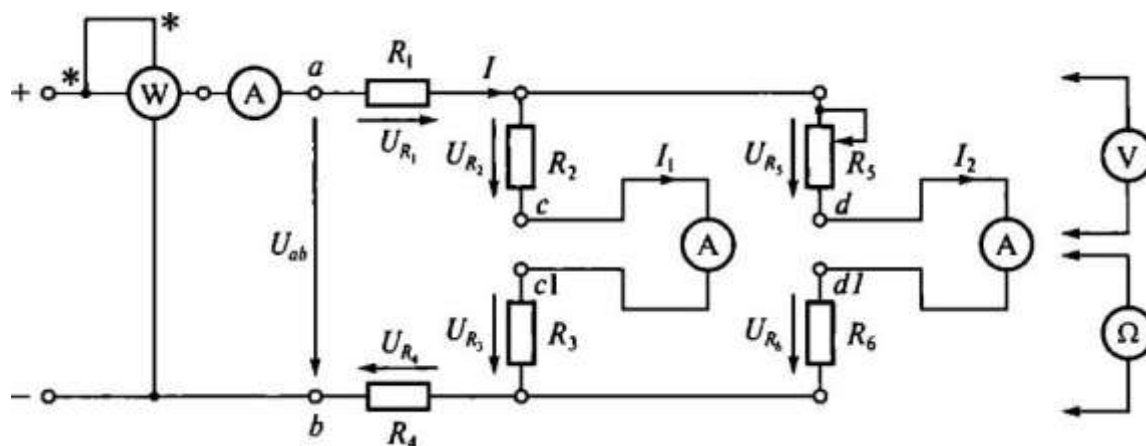

Рис. 3.1. Схема ЭЦ для проверки 1-го правила Кирхгофа
2. Записать в протоколе испытаний применительно к ЭЦ, показанной на рис. 3.1, выражения ш-ш закона Ома, 1-го и 2-го правил Кирхгофа, баланса мощностей.
3. В табл. 3.4 даны значения сопротивлений ЭЦ, приведенной на рис. 3.1. Напряжение питания  $U_{ab}$  задается преподавателем.